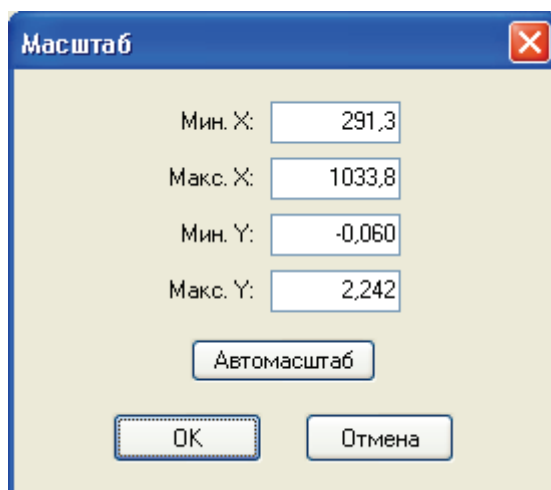

Рисунок 13 - Окно масштабирования графика.
- Кнопка  - масштабировать график. При её нажатии появляется окно «Масштаб» (Рисунок 13), в котором вручную можно задать масштабы осей координат. Также имеется кнопка «Автомасштаб», при нажатии на которую, программа предложит оптимальные параметры.